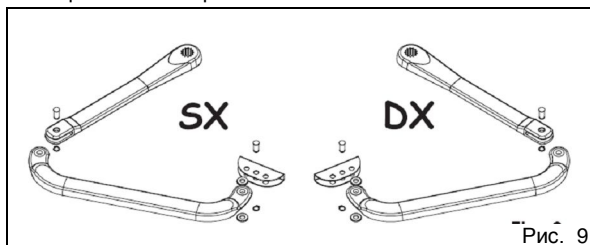

Рис. 9
- Собрать рычажный механизм и крепление к створке ворот согласно рис. 9.